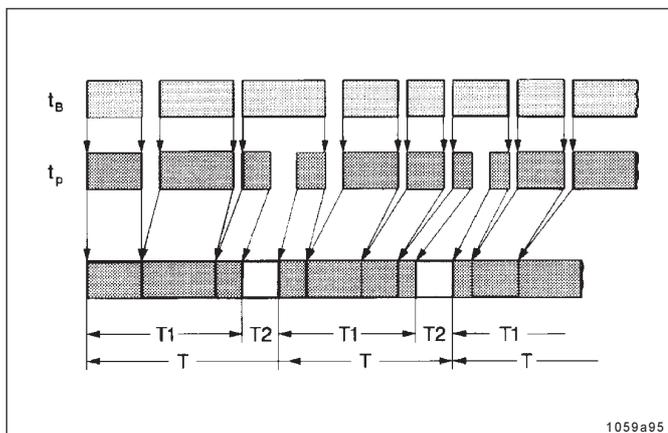
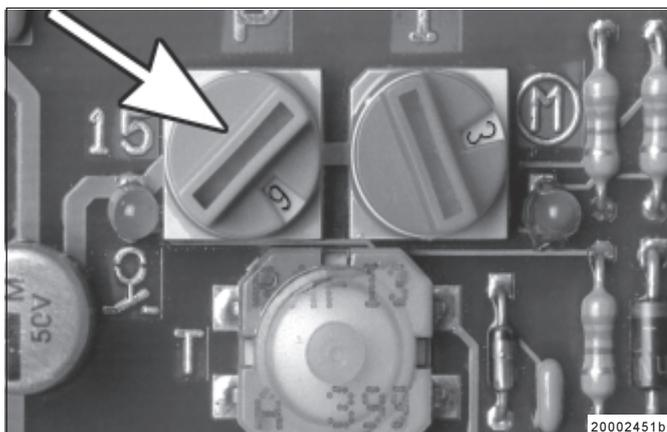

Abb. 6: - Zeitablaufdiagramm
Abb. 8: - Drehschalter, Pausenzeit
- Die Steuerplatine steuert automatisch den Ablauf von Pausen- und Arbeitszeit der Zentralschmierpumpe 203, in Abhängigkeit der Maschinen - bzw. Fahrzeug - Betriebsstunden t_B (Abb. 6).
- Ein Schmierzyklus besteht aus einer Pausen- und einer Arbeitszeit. Nach Ablauf der Pausenzeit beginnt die Arbeitszeit. Der Schmierzyklus wiederholt sich ständig, wenn die Maschine oder das Fahrzeug in Betrieb genommen worden ist, siehe Abb. 6.
- beim Ausschalten des Fahrtschalters gespeichert und aufaddiert (siehe T 1, Abb. 6). Dies geschieht solange, bis die, an dem blauen Drehschalter, siehe Abb. 8 eingestellte Zeit, erreicht ist.